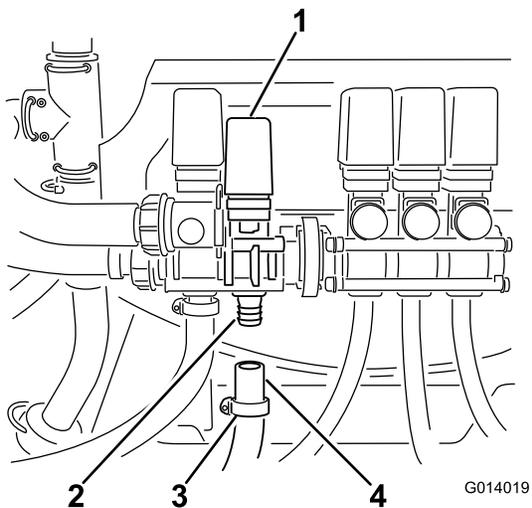

Figure 28
3. Passez un collier desserré sur l'extrémité ouverte du flexible (Figure 28).